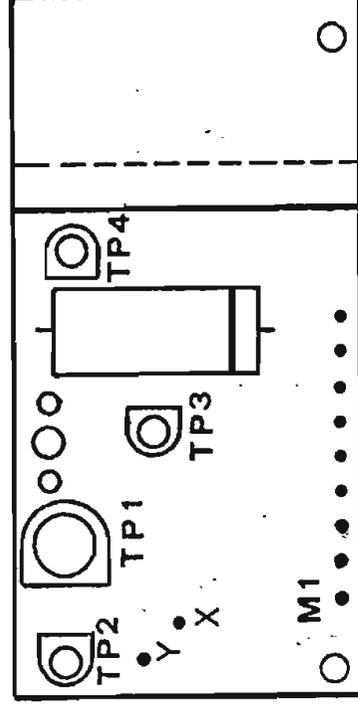

BILD 5
5. Eingestellt wird diese Dreiecksspannung mit TP 4. (Bild 5)
Balken gelten für 33 $\frac{1}{3}$, die unteren für 45 Umdrehungen.) Wenn das nicht der Fall ist, stellen Sie die richtige Tourenzahl mit dem TP 3 ein. (Bild 5)